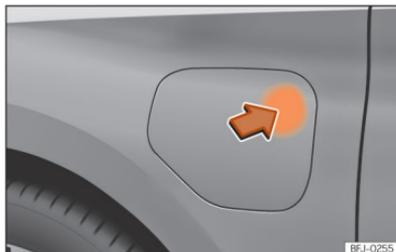

Abb. 7 Öffnung der Batterieladeklappe.
- Drücken Sie bei entriegeltem Fahrzeug auf den gekennzeichneten Bereich der Batterieladeklappe, um diese zu öffnen »» (Abb. 7).